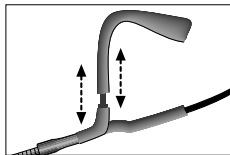
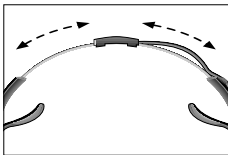

Fig. 6
Fig. 7
3. Si l'arceau n'est pas tout à fait d'aplomb, réglez les branches comme indiqué à la Fig. 6. Faites glisser la fixation du câble pour que ce dernier ne soit pas tendu (Cf. Fig. 7).